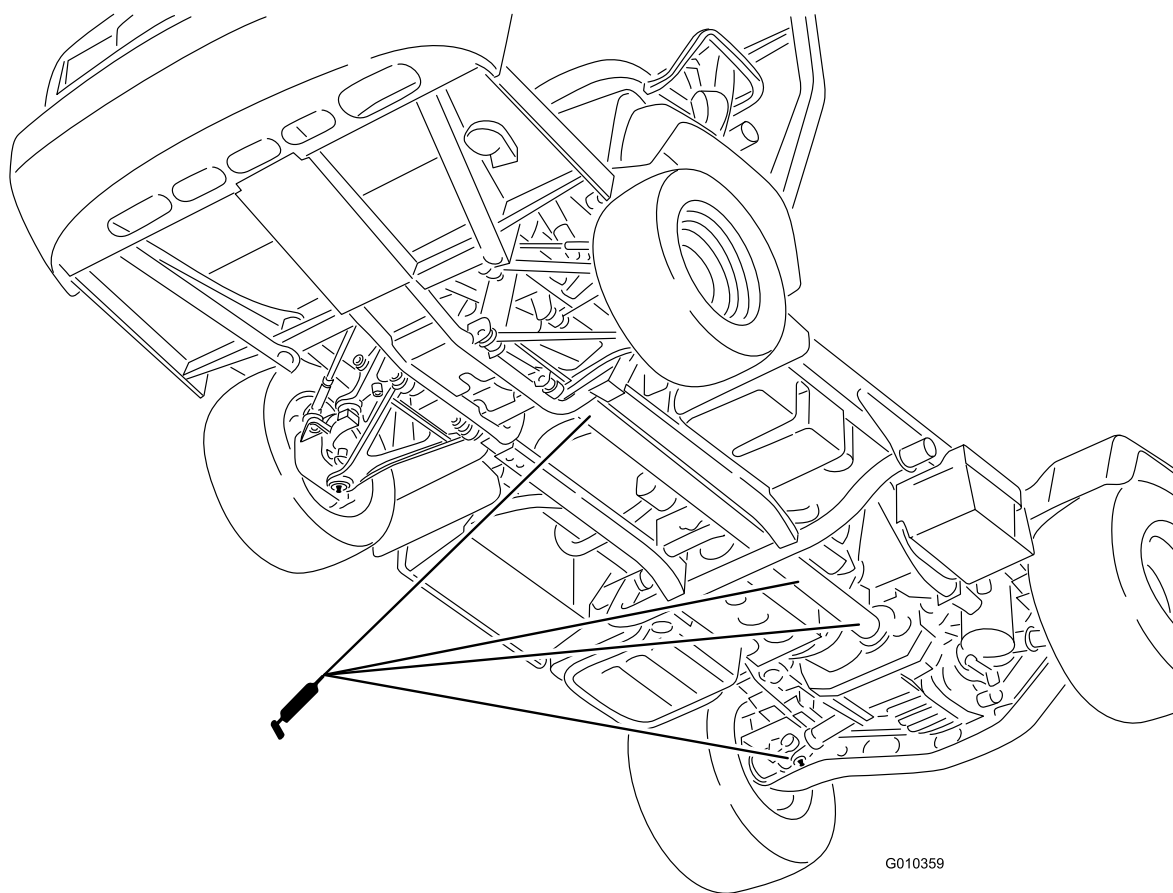

Figura 41
- Junta em U (18) e veio de tracção às 4 rodas (3) (Figura 41)